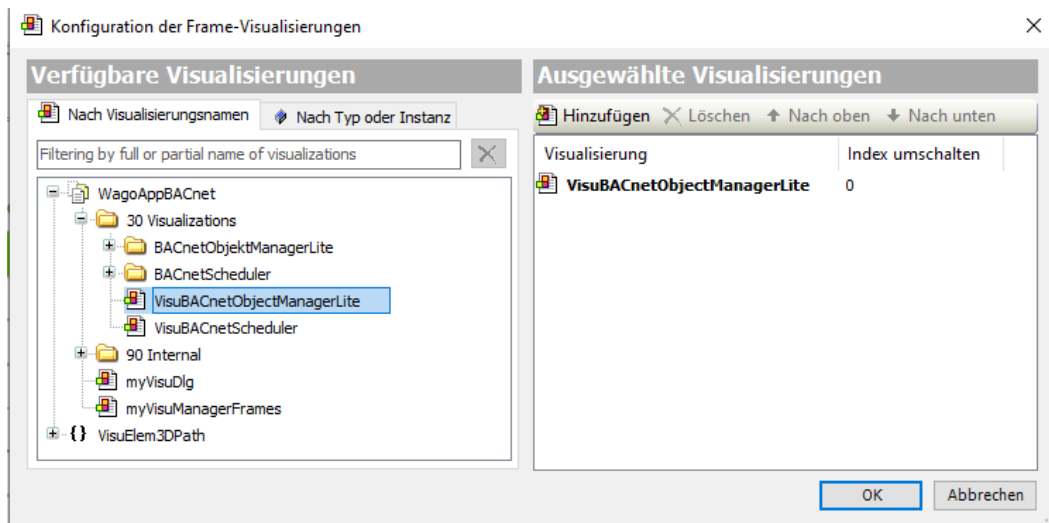

Abbildung 6: Konfiguration der Frame-Visualisierungen
3. Für den Parameter „**IBACnetSchedule_large**“ das gewünschte Schedule-Large-Objekt auswählen (siehe Abbildung 6).